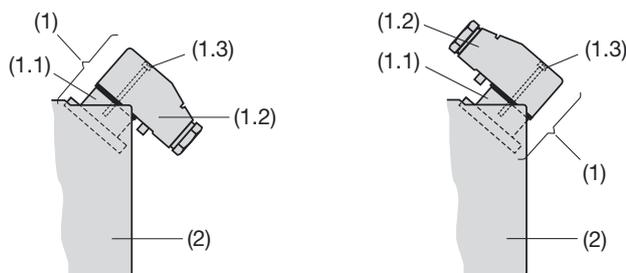

Bild 4. Rückenteil (2) mit Steckverbinder (1). Links: Steckverbinder nach hinten gerichtet. Rechts: Steckverbinder nach vorn gerichtet.
Der **Steckverbinder** (1) besteht aus dem Stecker (1.1), der am Rückenteil (2) des Messumformers befestigt ist, und der abziehbaren Leitungsdose (1.2), die den Leitungsabgang (Verschraubung PG 11) und 7 Schraubklemmen (für Drahtquerschnitte bis max. 1 mm²) umfasst. Der Stecker kann so montiert werden, dass die Dose mit dem Leitungsabgang nach hinten (Bild 4, links) oder nach vorn (Bild 4, rechts) gerichtet ist.